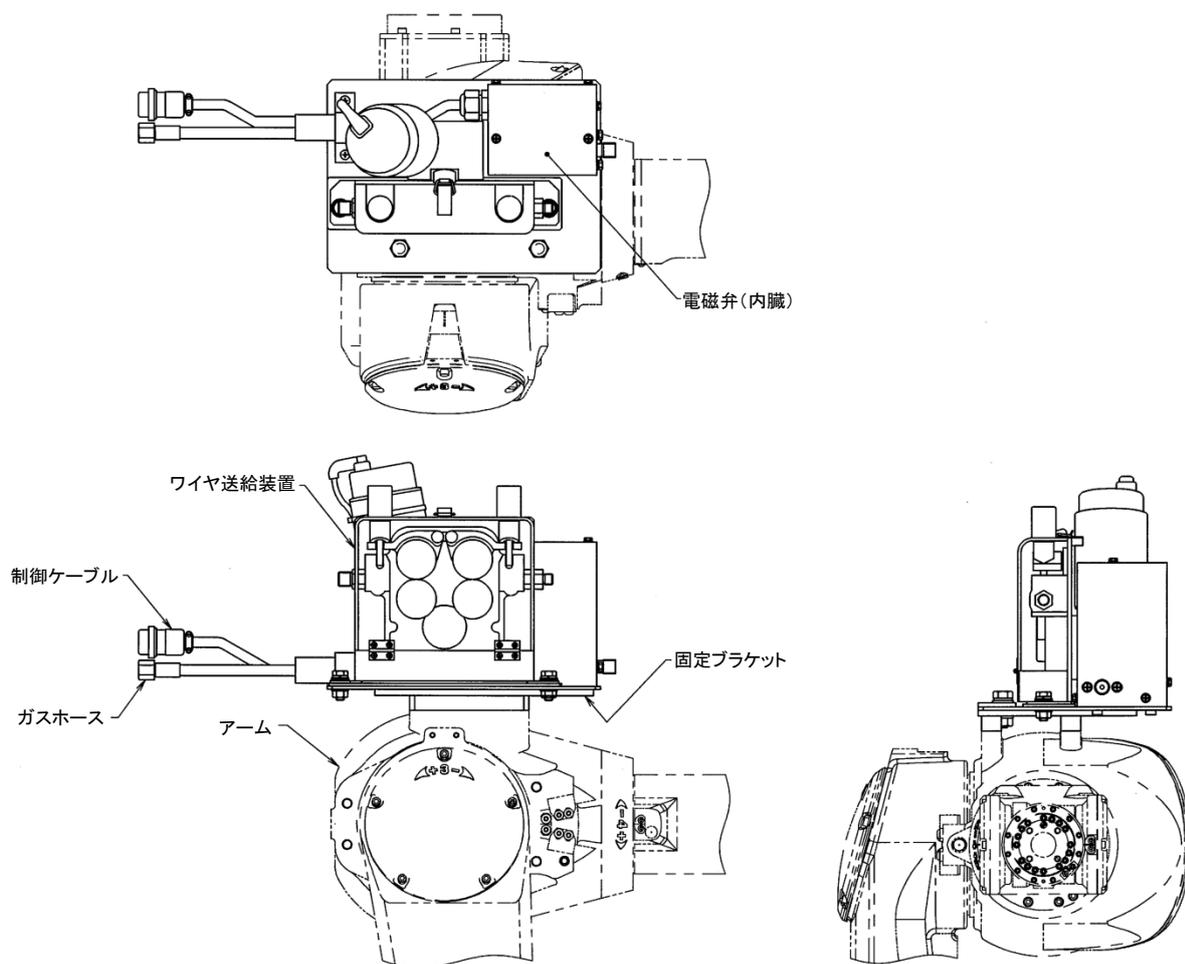

図 1.3 制御ケーブルコネクタの接続(手順 3)
3. 図1.3を参考にワイヤ送給装置の制御ケーブル(モータ線、エンコーダ線、電圧検出線)コネクタを所定のコネクタと接続してください。